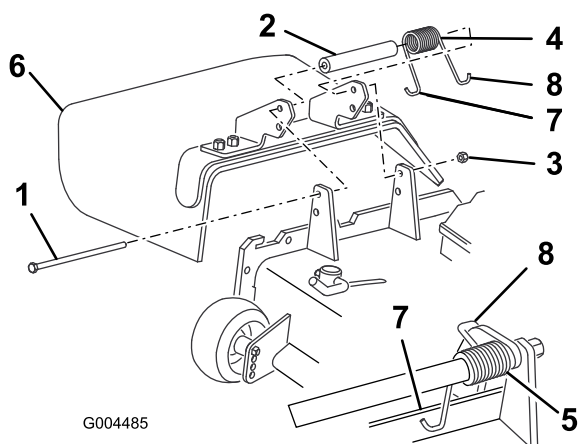

Figure 71
2. Retirez le contre-écrou, le boulon, le ressort et l'entretoise qui fixent le déflecteur aux supports de pivot (Figure 71). Enlevez le déflecteur s'il est endommagé ou usé.
- Placez une entretoise et un ressort entre les supports du déflecteur d'herbe de rechange (Figure 71). Accrochez l'extrémité en J gauche du ressort derrière le bord du plateau.
Remarque: Accrochez l'extrémité en J gauche du ressort derrière le bord du plateau avant de mettre le boulon en place, comme indiqué à la Figure 71.
- Remettez le boulon et l'écrou en place. Accrochez l'extrémité en J droite du ressort au déflecteur d'herbe (Figure 71).